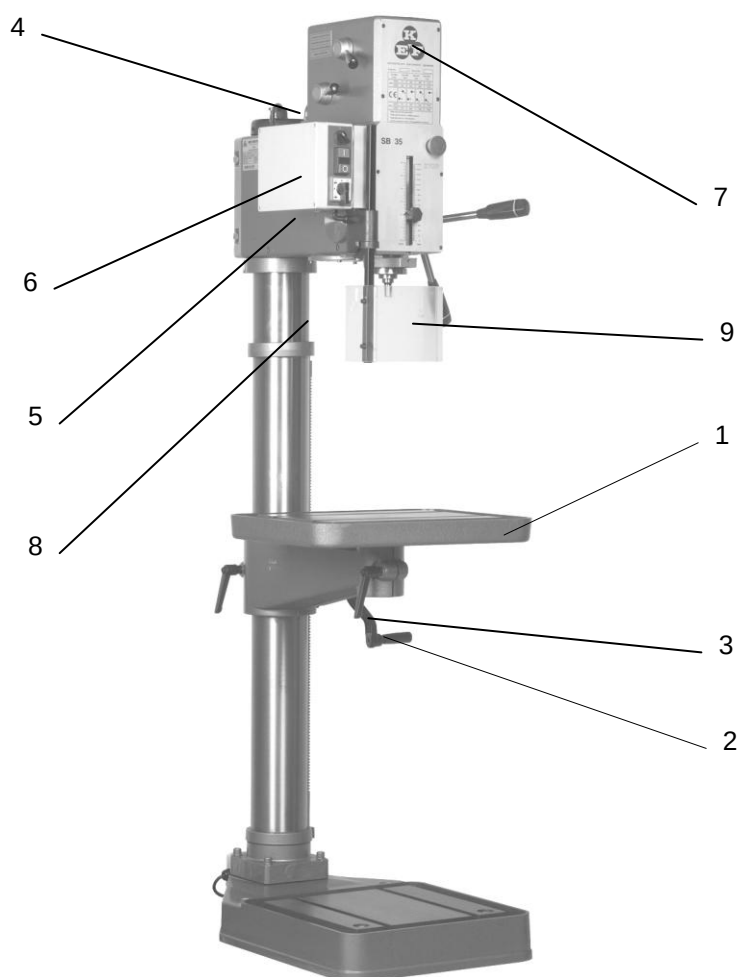

Fig. 2.1
2.2 BETJENING (FIG.: 2.1 OG 2.2)	FEJL! BOGMÆRKE ER IKKE DEFINERET.
Før boreoperationen påbegyndes, indstilles bordpladen (1) (se Fig.: 2.1) i den ønskede arbejds højde ved først at løsne spændegrebet bagpå ved søjlen, derefter kan bordhøjden indstilles ved at dreje på det store håndtag (2) på siden af søjlen. Husk at efterspænde spændegrebet bag på søjlen. Bordpladen kan også drejes i det vandrette plan ved at løsne spændegrebet (3) nederunder bordpladen. Herefter kan emnet fastgøres på bordpladen.
Boremaskinen er udstyret med automatisk borudskyder (8) (se *fig.: 2.1*), som fungerer ved at dreje palen væk fra spindlen. Nu kan spindelen køre helt op mod borehuset, samtidig med at boret bliver skudt ud. For at indsætte bor eller konus igen, skal palen føres ind mod spindelen og forhindre at spindelen kører helt op mod borehuset.
Styreboksen er forberedt for køleanlæg som tilsluttes som ekstraudstyr. Afbryderen (9) til denne sidder over start/stop knappen. (se *fig.: 2.1*)